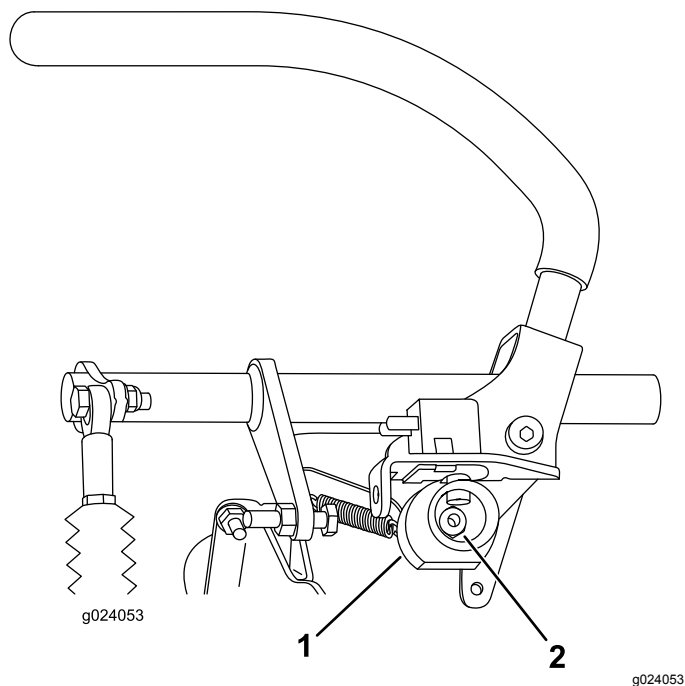

Figura 67
6. Afloje la tuerca que sujeta la leva (Figura 67).